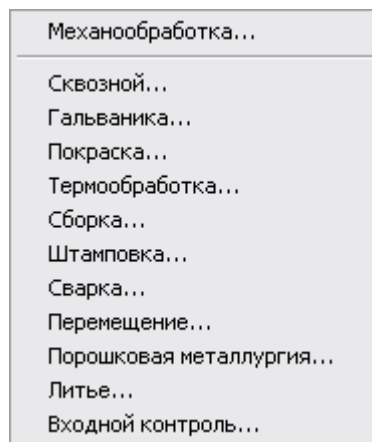

Рис. 10. Меню выбора направления проектирования ВД.
9. В меню выбора выберите то направление, по которому будет создаваться ведомость деталей или наиболее подходящее из предоставленного перечня (Рис. 10);